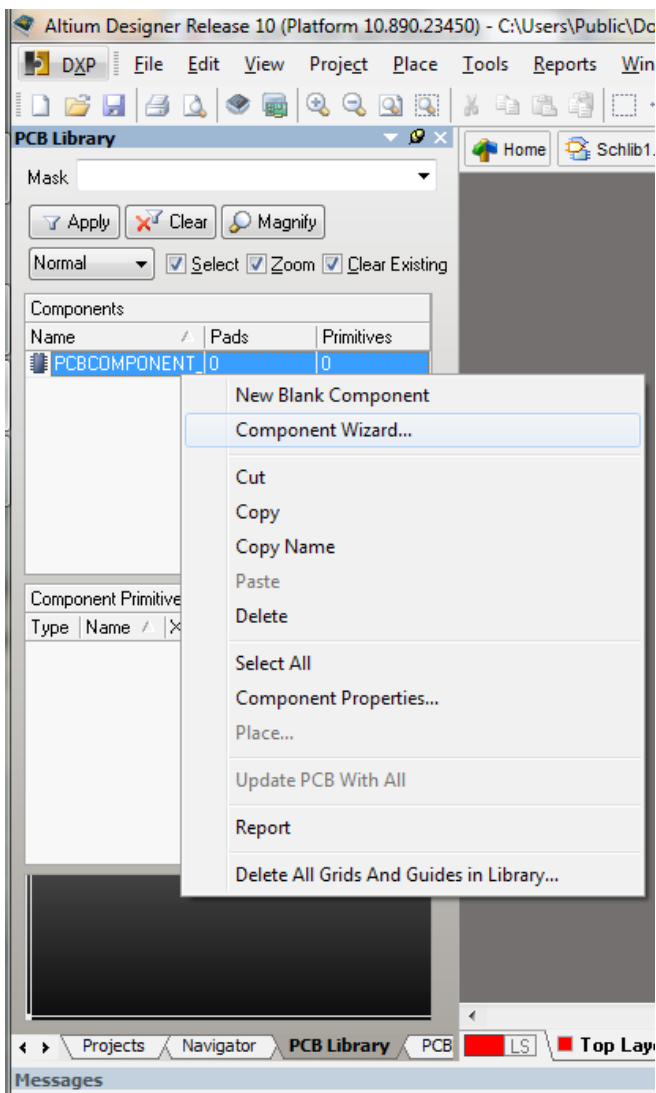

Figure 21: Aide à la création d'empreintes
- La troisième méthode est d'utiliser le wizard d'Altium Designer, accessible en cliquant bouton droit dans la partie *Component* de l'onglet *PCB Library*. (cf. Figure 21). Il suffit par la suite de répondre aux questions posées par le wizard sur la taille des pads, leur espacement, etc. Vous pourrez par la suite modifier tout ce qui a été automatiquement inséré.